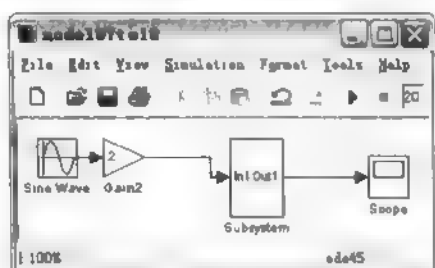

图 7.50 创建子系统模型
(2) 创建子系统模型,如图 7.50 所示。选定需要封装的部分,右击选择的模块,从菜单中选择 Create Subsystem 命令,建立的子系统模型如图 7.50 所示,另存文件为 model07to10.mdl;然后右击创建的子系统模块,在弹出的菜单中选择 Mask Subsystem 命令。